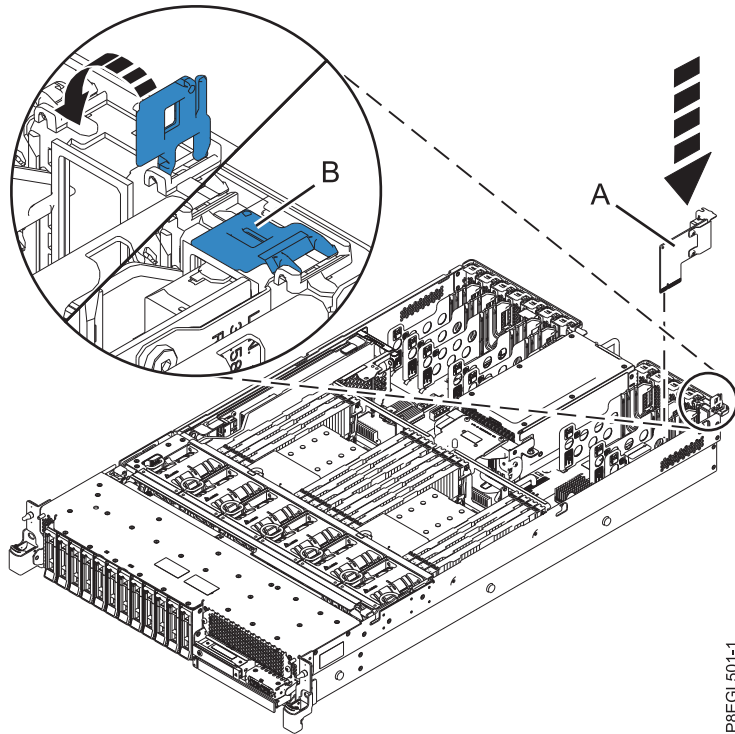

図 2. ラック・マウント型システムのシステム入出力カードの取り替え
2. 青色のロック・ラッチ (**B**) を開いた位置にして、6 ページの図 2 に示すように、システム入出力カード (**A**) をシステム上のガイド・レールに位置合わせし、カードをカード・スロットに直立して滑り込ませます。
3. 6 ページの図 2 に示す方向に青色のロック・ラッチ (**B**) を回転させて、システム入出力カードを適切な位置にロックします。